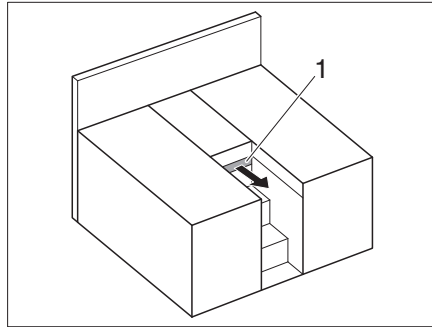

Fig. 172 Camas individuales
- Extraer la extracción (Fig. 172,1).